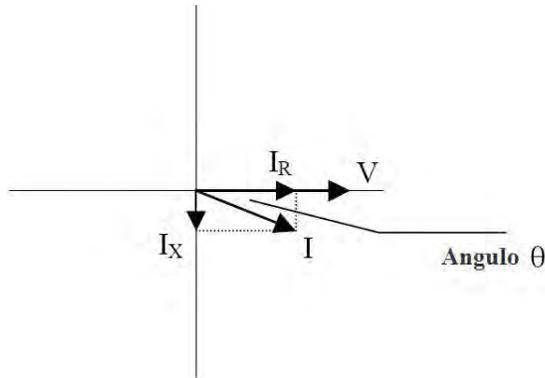

Figura 1.9: Voltaje y Corriente
- La potencia real (y la energía) es el componente de la potencia que es la combinación del voltaje y del valor de la corriente correspondiente que esta directamente en fase con el voltaje. Sin embargo, en una práctica real la corriente total casi nunca esta en fase con el voltaje. Puesto que la corriente no esta en fase con el voltaje, es necesario considerar el componente en fase y el componente que está en cuadratura (angularmente girado 90° ó perpendicular) al voltaje. La figura 1.9 muestra un voltaje y una corriente monofásicos y descompone la corriente en sus componentes en fase y el de cuadratura.
La corriente de cuadratura puede atrasarse al voltaje (según se mostrado en la figura 1.9) o puede adelantarse al voltaje. Cuando la corriente de cuadratura se atrasa al voltaje la carga esta requiriendo ambas potencia real (Watts) y potencia reactiva (VAR's). Cuando la corriente de cuadratura se adelanta el voltaje que la carga está requiriendo la potencia (Watts) pero está entregando potencia reactiva (VAR's) de regreso al sistema; son los VAR's que están fluyendo en la dirección opuesta del flujo de la potencia real.
FP de Desplazamiento = $\cos \theta$, donde θ es el ángulo entre el voltaje y la corriente (ver figura 1.9)